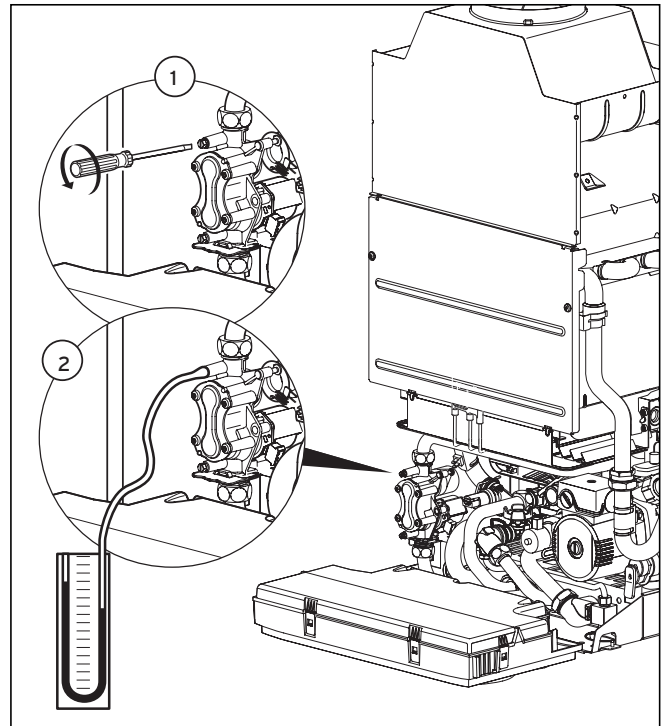

Fig. 6.4 Verifica della portata nominale
- Svitare la vite di tenuta sulla valvola del gas (1, fig. 6.4).
- Collegare un manometro digitale o a tubo a U (2, fig. 6.4).